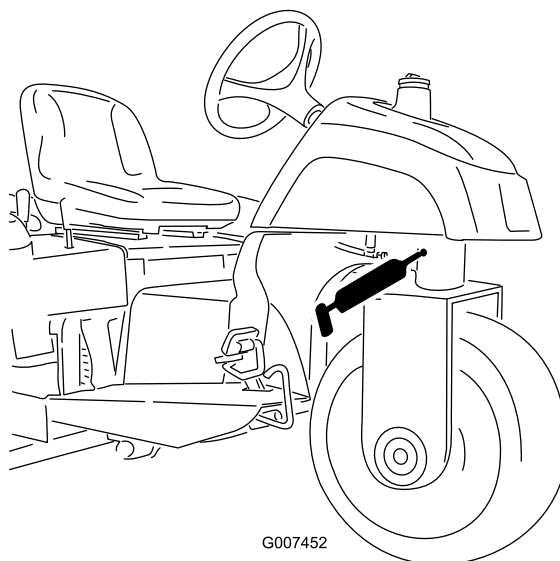

Рисунок 26
- Шарнир поворотного кулака (Рисунок 26)
**Примечание:** Для утопленной пресс-масленки на шарнире поворотного кулака (Рисунок 26) требуется переходник к смазочному пистолету. Закажите деталь № по кат. 107-1998 Того у официального дистрибьютора компании Того.